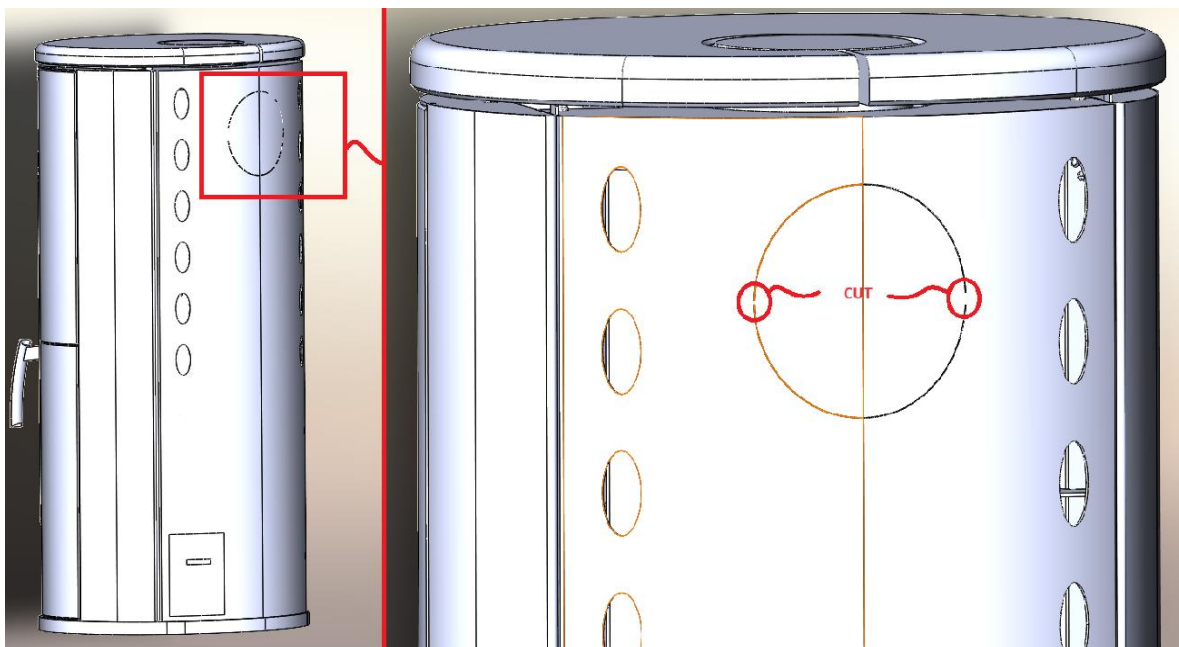

Figura 1 Secționarea microconexiunilor pe spate
2. Figura 1 Secționarea microconexiunilor pe spate	Pagină 5